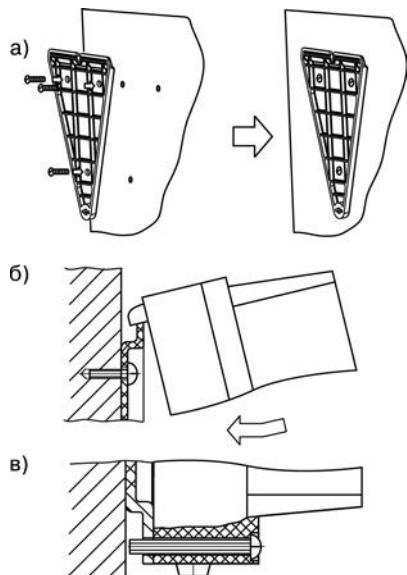

Рисунок 7.1 - Установка прибора настенного крепления
- 1 Закрепите кронштейн тремя винтами M4 на поверхности, предназначенной для установки прибора (см. Приложение А и рисунок 7.1, а).
- 2 Зацепите крепежный уголок на задней стенке прибора за верхнюю кромку кронштейна (рисунок 7.1, б).
- 3 Прикрепите прибор к кронштейну винтом M4x35 из комплекта поставки (рисунок 7.1, в).